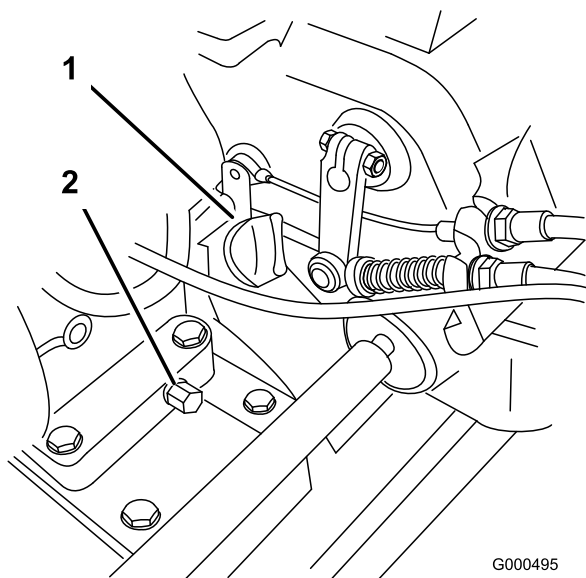

Figura 20
1. Coloque el cortacésped con el motor nivelado, y limpie la zona alrededor del indicador del nivel de aceite (Figura 20).
2. Coloque un recipiente debajo del tapón de vaciado, en la parte trasera de la máquina (Figura 20). Retire el tapón de vaciado.